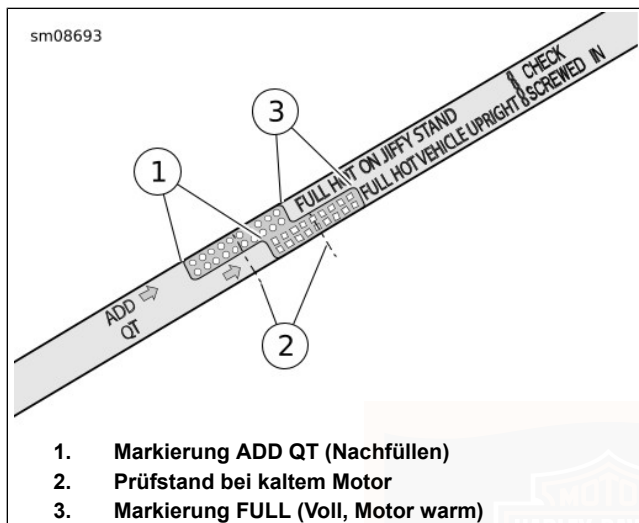

Abbildung 108. Motorölmessstab
- e. Siehe Abbildung 108. Ölstand prüfen. Der korrekte Ölstand bei kaltem Motor liegt auf halbem Wege (2) zwischen den Markierungen ADD QT (Nachfüllen) (1) und FULL HOT (Voll, heiß) (3) auf dem Ölmesstab.
5. Ölstand prüfen. Nur so viel Öl nachfüllen, um den Füllstand zwischen die Ölmesstab-Markierungen ADD QT (1) und FULL HOT (3) zu bringen.
- e. Siehe Abbildung 108. Ölstand prüfen. Der Ölstand sollte zwischen den Markierungen ADD QT (Nachfüllen) und FULL HOT (Voll, heiß) auf dem Ölmesstab stehen.